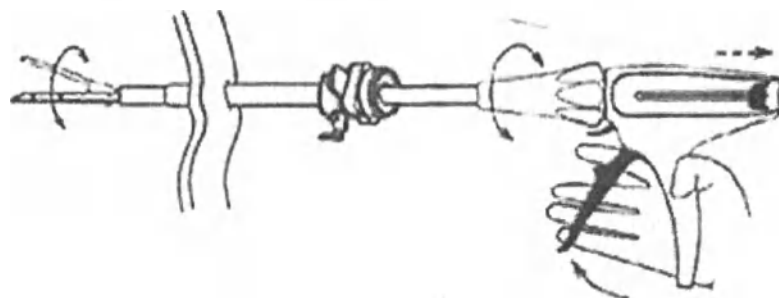

Рисунок 8 – Применение степлера внутри полости тела
3. Внутри полости тела откройте зажим загрузочного устройства, ослабив ручку (рис. 8).